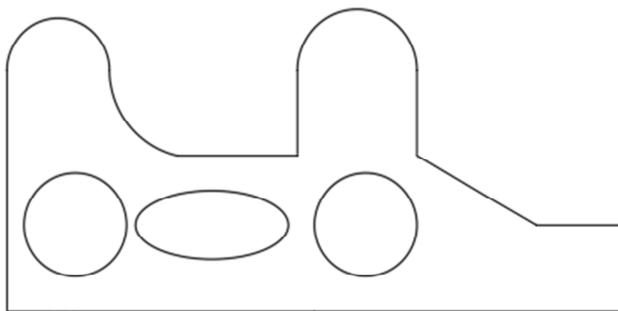

Рис. 2.10
14. Построить фигуру по произвольным размерам (рис. 2.10).